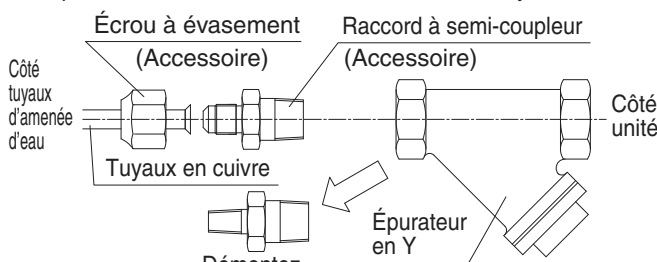

Fig. 9 Démontez Remplacez le raccord à semi-coupleur fourni.
- En cas d'utilisation de tuyaux en cuivre pour raccorder les tuyaux d'amenée d'eau, remplacez les raccords à semi-coupleur fournis. (Reportez-vous à la Fig. 9)